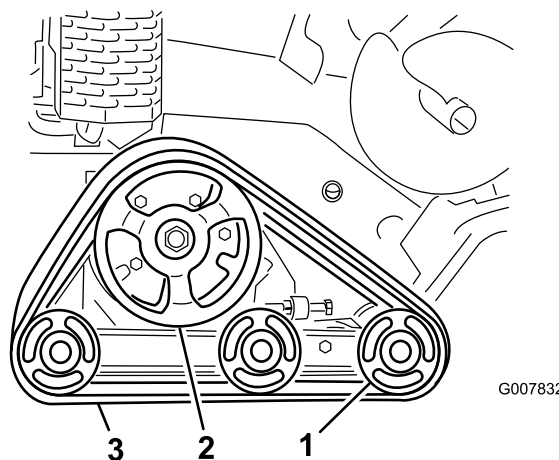

Рисунок 44
**Внимание:** Убедитесь, что вы полностью очистили опорные катки и ведущее колесо (Рисунок 44). Очищенные опорные катки должны свободно вращаться.